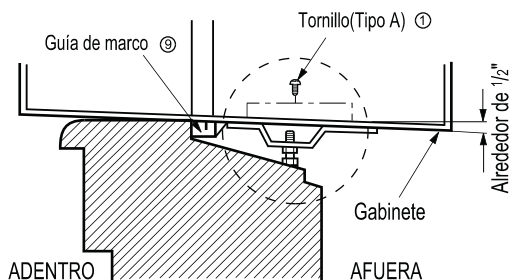

Fig. 4
4. Corte el sellode chasis de la ventana a la longitud apropiada. Pele el refuerzo y aplique la Cinta de Espuma a la parte inferior del chais de la ventana. FIG.4
4. Seleccione la posición en la que colocará el soporte del dintel ⑥ cerca del punto más externo del dintel. Fig. 4
5. Agregue el soporte del dintel al hueco de la guía del gabinete según la posición seleccionada usando 2 tornillos tipo A ① en cada soporte Fig. 4